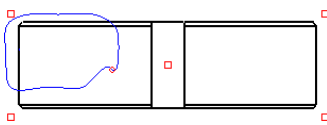

图 3.8.28 草绘轮廓线
(2) 在系统 草绘样条，不相交其它样条，来定义一轮廓线。的提示下，直接绘制图 3.8.28 所示的样条线来定义局部剖视图的边界，当绘制到封闭时，单击中键结束绘制。